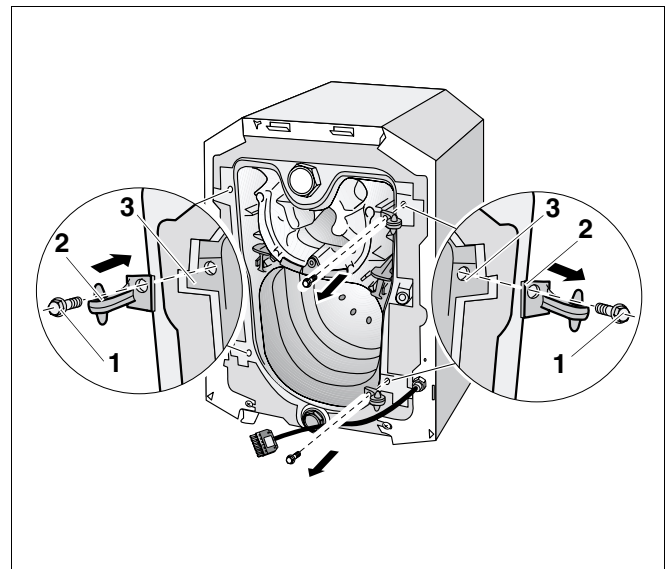

Fig. 15 Flytting av brennerdøren (hengselhaker)
- Skru hengselhakenes festeskruer (fig. 15, **pos. 2**) av kjelens forelement (fig. 15, **pos. 3**).
- Fjern hengselhakene (fig. 15, **pos. 2**) fra kjelens forelement (fig. 15, **pos. 3**).
- Skru hengselhakene (fig. 15, **pos. 2**) fast til kjelens forelement (fig. 15, **pos. 3**) ved hjelp av festeskrue (fig. 15, **pos. 1**).